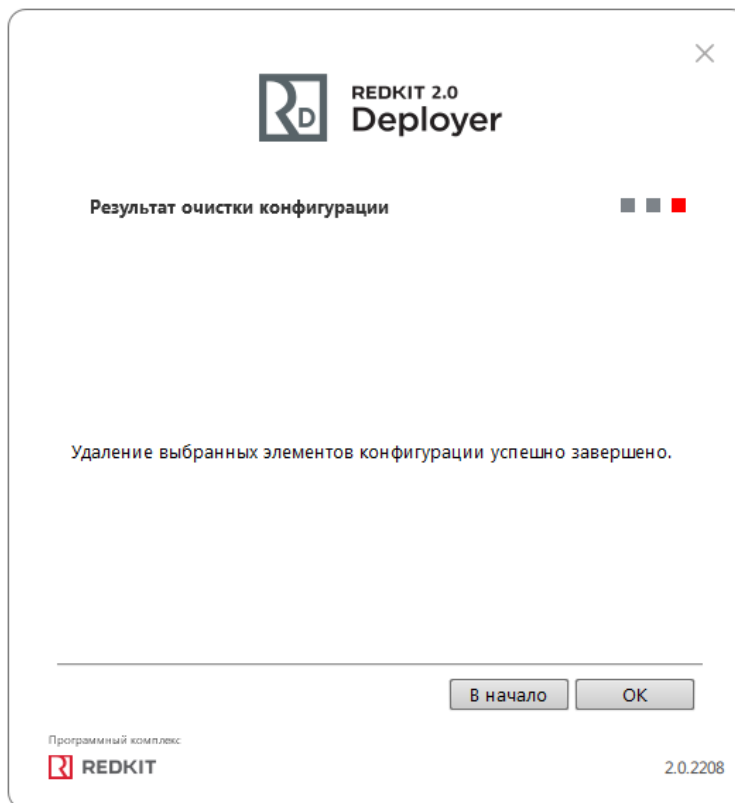

Рисунок 407 - Результат очистки конфигурационных файлов
5. Ознакомьтесь с результатом очистки конфигурации (Рисунок 407). Нажмите **ОК**.